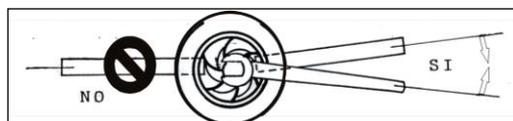

Figura 12 Smontaggio della girante
27. togliere il dado girante (POS. 430) utilizzando l'appropriata chiave inglese ed una leva che va inserita tra le pale della girante. Per evitare la flessione dell'albero l'operazione va condotta come raffigurato in Figura 12, tentando di bilanciare lo sforzo nel migliore dei modi